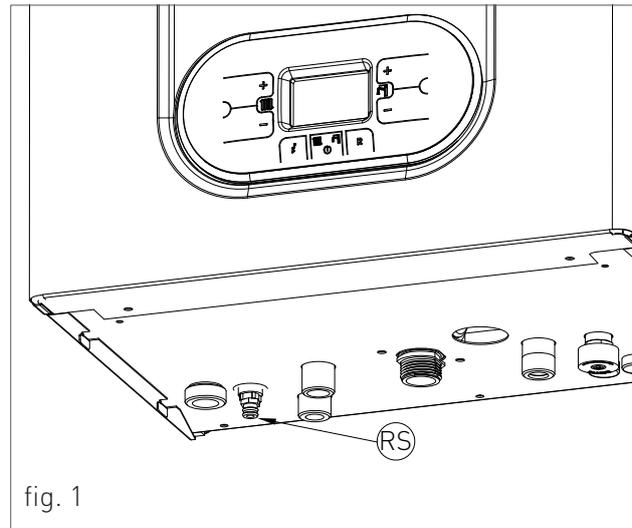

fig. 1
- › tourner le robinet d'évacuation de l'installation 'RS' (fig. 1);